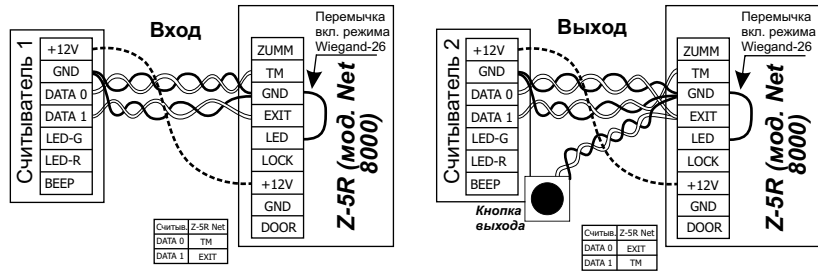

Рис.4 Подключение считывателей к контроллеру по протоколу Wiegand-26
При подключении считывателя по протоколу Wiegand требуется две витых пары. По одному из проводов каждой пары используются для соединения клемм GND считывателя и контроллера. Вторые провода каждой пары соединяют выходы считывателя DATA0 и DATA1 со входами TM и EXIT контроллера (см.рис.4). Какой выход с каким входом нужно соединять определяется тем, где установлен считыватель, на входе или выходе. Кроме того следует установить перемычку между клеммами LED и GND контроллера, чтобы указать, что считыватели подключены по протоколу Wiegand.
- на входе - считыватель Matrix-II (мод. E) (или считыватель CP-Z при скрытой проводке) (см. рис.4);